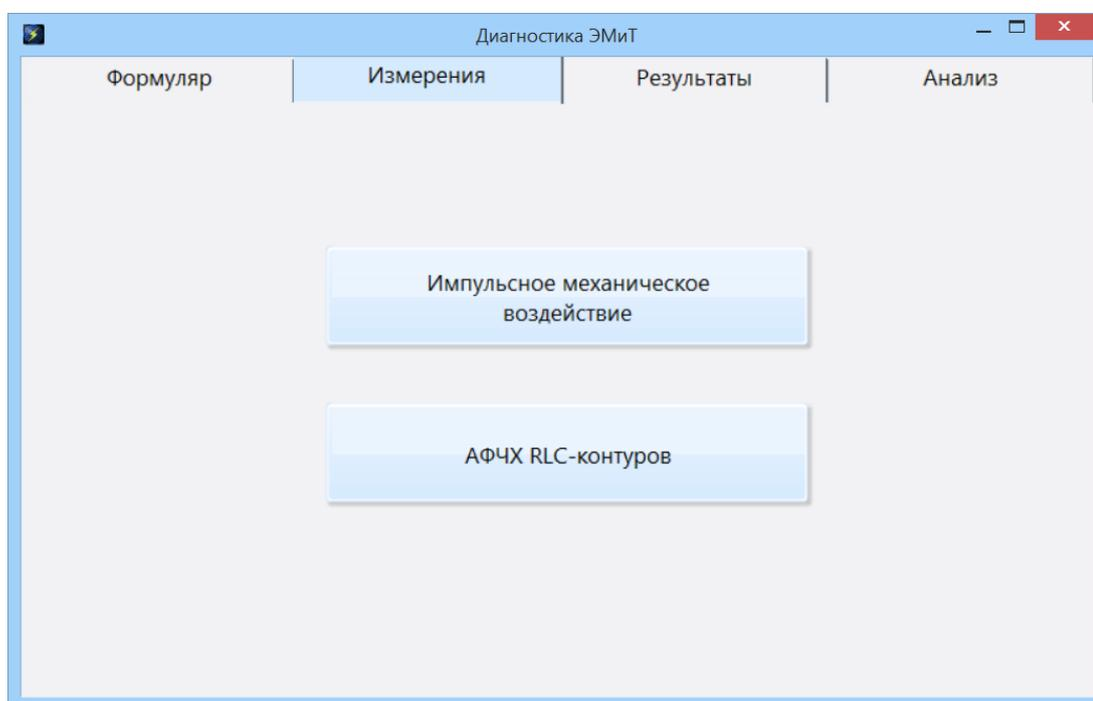
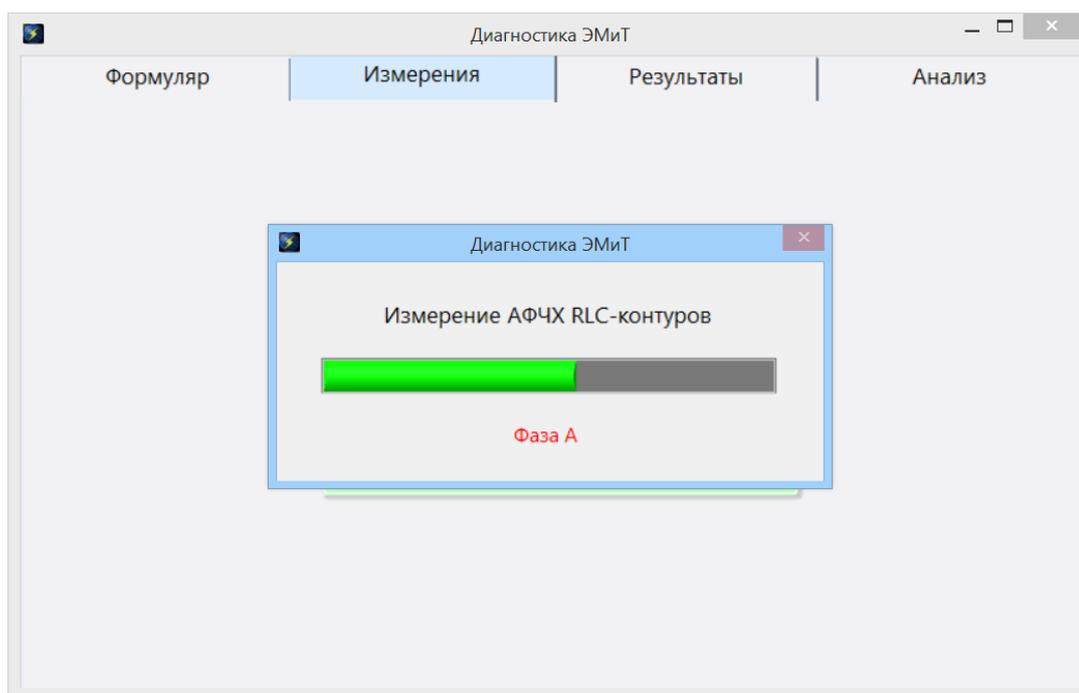

Рис. 6
Рис. 10
3.3.1. Вкладка «Измерения» содержит две кнопки: «Импульсное механическое воздействие» и «АФЧХ RLC-контуров» (рис. 6), которые реализуют методику диагностики. Для корректной работы программы диагностики необходимо выполнить обе операции, предусмотренные каждой кнопкой, однако последовательность проведения измерений не имеет значения.
3.3.12. После проведения серии пяти импульсных механических воздействий необходимо закрыть окно «Импульсное механическое воздействие» и вернуться на вкладку «Измерения» главного окна (см рис. 6).
3.3.13. При нажатии на кнопку «АФЧХ RLC-контуров» на вкладке «Измерения» главного окна (см. рис. 6) происходит измерение частотных характеристик объекта диагностики (рис. 10).